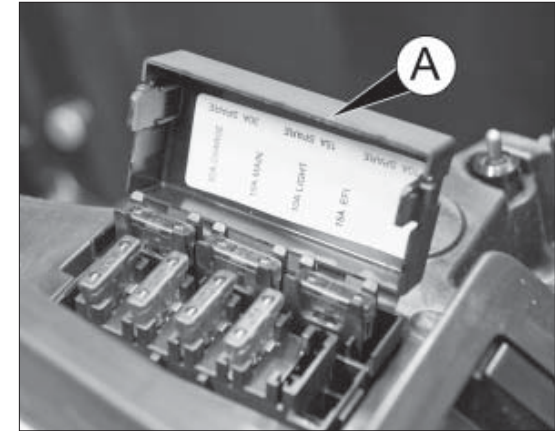

fig. 1
- para acceder a los fusibles, levante la cubierta A fig.1;